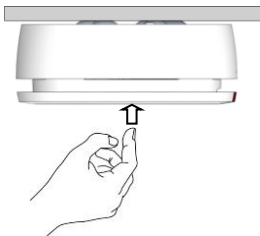

Figura 12
1. Presionar la tapa hacia arriba con firmeza (ver la Figura 12). Si el detector funciona correctamente, se activará una alarma de incendio (ver *Indicadores visuales/auditivos*) y se enviará un mensaje de alerta al receptor del sistema.